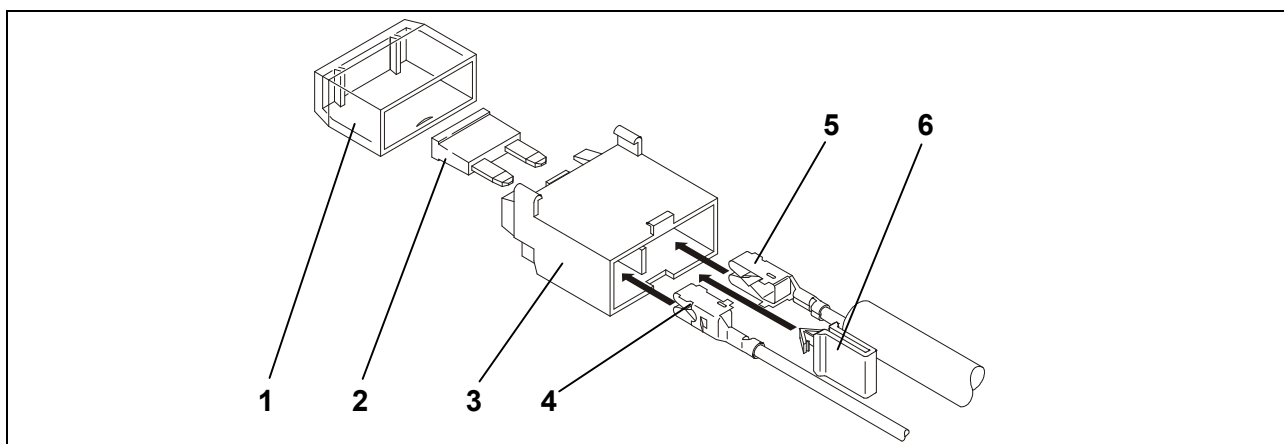

Fig. 2 - Montaggio portafusibili
17. Inserire la spina piatta del cavo rosso (fig. 2/5) del fascio di cavi ed il cavo singolo rosso (fig. 2/4) al portafusibili.
18. Inserire il clip giallo (fig. 2/6).
19. Inserire il fusibile (fig. 2/2) e posizionare il coperchio (fig. 2/1).